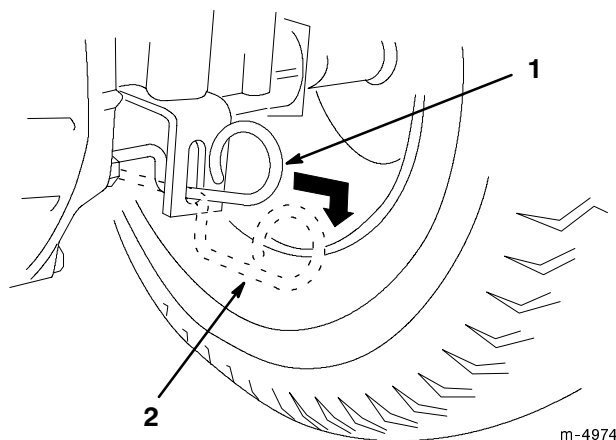

Figure 12
2. Tirez la commande de transmission en position de poussée. Cela a pour effet de débrayer la transmission et de permettre aux roues de tourner librement (Fig. 12).
1. Poussez la commande de transmission en position de fonctionnement. Cela a pour effet d'embrayer la transmission (Fig. 12).